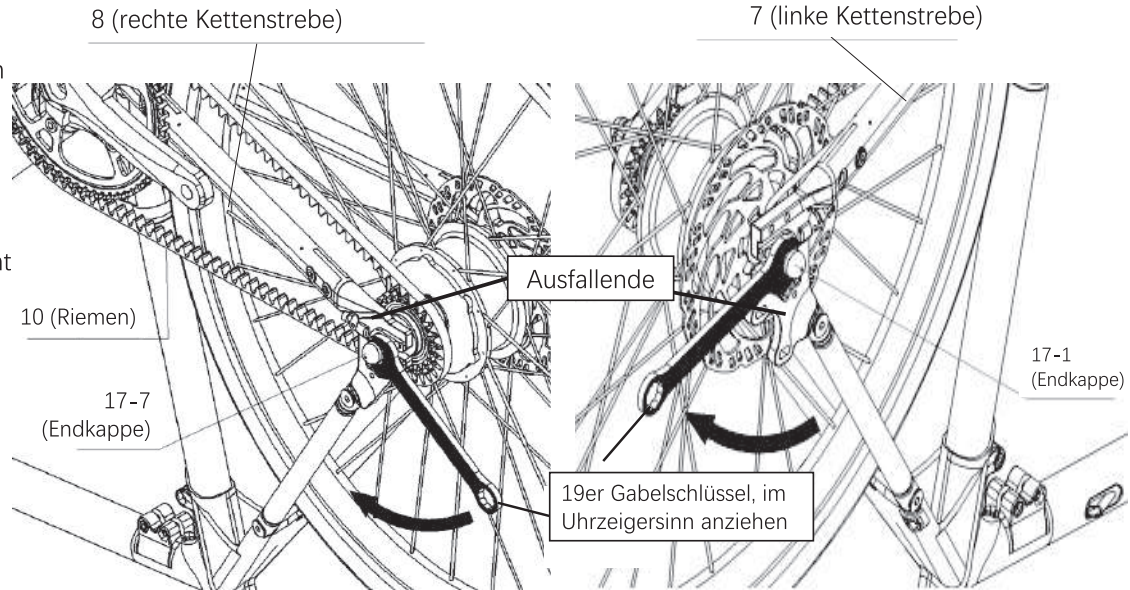

Abb. 34
i. Ziehen Sie die linke und rechte Endkappe mit einem 19er Maulschlüssel im Uhrzeigersinn fest, wie in Abb. 34 gezeigt.